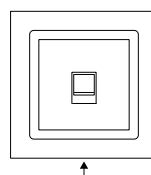

Figura 1
- 1 - Per aprire Stark QM LAN usare un cacciavite piatto e fare leva sui 2 inviti nella parte inferiore (Figura 1)